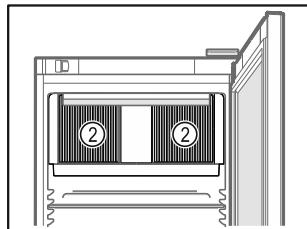

Fig. 60
- ❑ Se till att inte blockera ventilationsgallren Fig. 60 (2) för fläkten inne i skåpet.